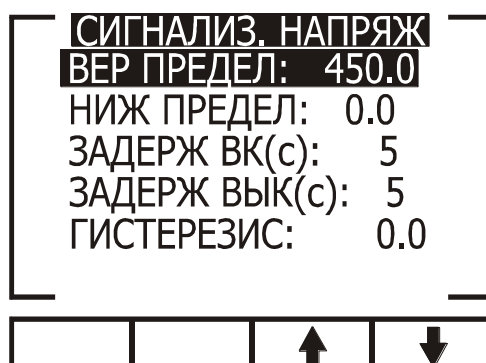

Рис. 39
4. Введите значения уставок, задержку включения/выключения и другие параметры (рис. 39):